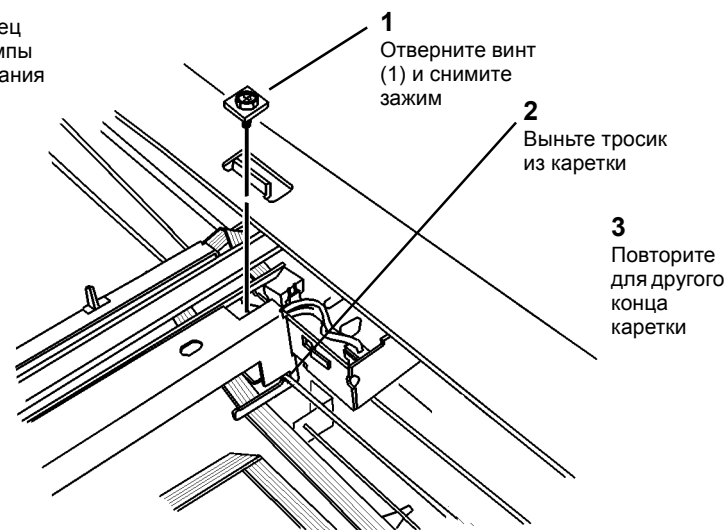

Рисунок 2 Снятие тросиков каретки лампы экспонирования
6. Снимите тросики с каретки лампы экспонирования (Рисунок 2).